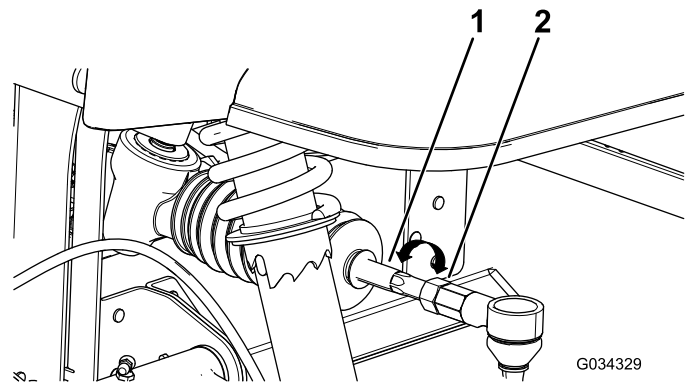

Bild 48
4. Wenn der Wert nicht zwischen $0 \text{ mm} \pm 3 \text{ mm}$ liegt, lösen Sie die Klemmmuttern am äußeren Ende der Spurstangen (Bild 48).